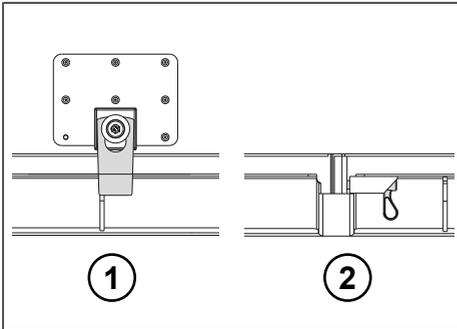

Fig. 6-30: Sécurité
- ▶ Détacher le loquet de verrouillage/le doigt à ressort (voir "Fig. 6-30: Sécurité", p. 87).